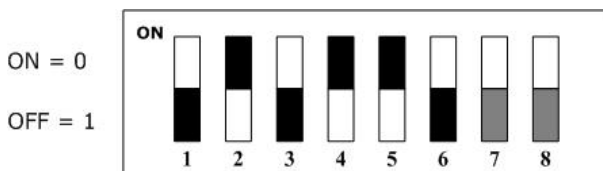

图 1.6 拨码开关设置使模块采用内部存储的波特率和 MAC ID 值
- 波特率开关设定值为 3 且MAC ID 开关设定值不为 63 时，模块采用存储的波特率以及MAC ID值，并可通过网络修改波特率以及MAC ID值，如图 1.6所示。